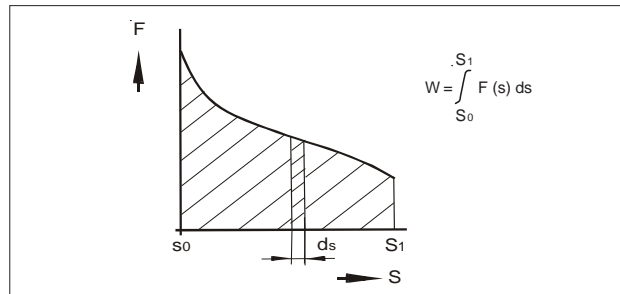

Bild 2.5.1.1
- 2.5.1 Die **Hubarbeit W** ist das Integral der Magnetkraft über dem Magnethub (Bild 2.5.1.1.)